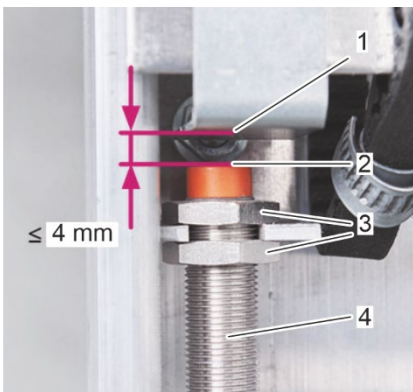

Abbildung 40: Maximaler Schaltabstand
5. Achten Sie darauf, dass der maximale Schaltabstand von 4 mm zwischen dem Annäherungssensor (Abbildung 40/2) und dem Reinigungsschlitten (Abbildung 40/1) eingehalten wird. Andernfalls stellen Sie den Abstand zwischen dem Annäherungssensor (Abbildung 40/2) und dem Reinigungsschlitten (Abbildung 40/1) mit Hilfe des Gewindes (Abbildung 40/4) und der Muttern (Abbildung 40/3) am Annäherungssensor ein.